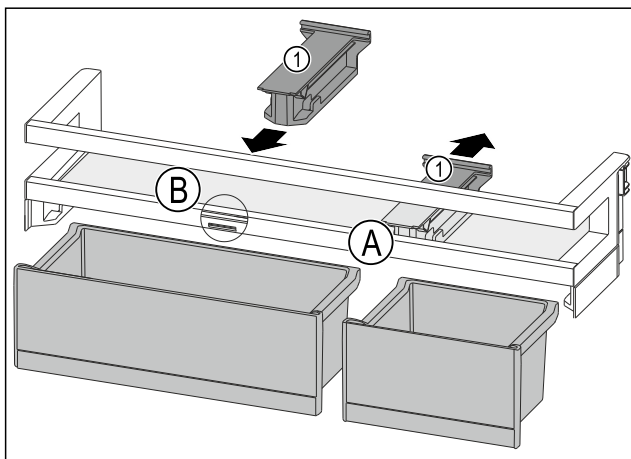

Fig. 126
- Držák Fig. 126 (1) v poloze Fig. 126 (A) stáhněte dozadu.
- Držák Fig. 126 (1) vložte v poloze Fig. 126 (B).